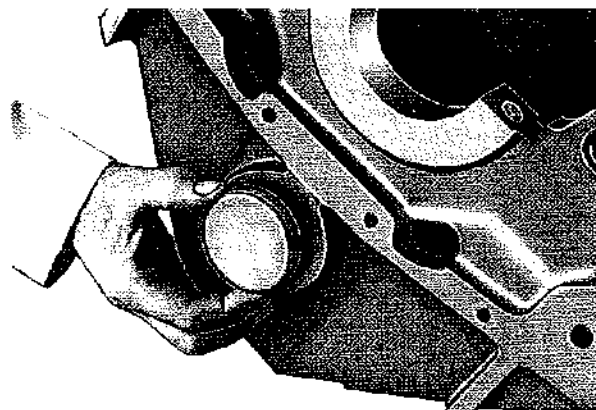

Fig. 23
- Chiudere la sede dell'albero a camme lato ventola con coperchietto controllando l'integrità dell'anello di tenuta (Fig. 23).